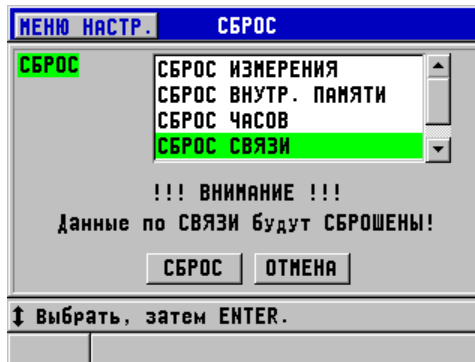

Рис. 11-6 Выбор СБРОС СВЯЗИ
2. В окне **СБРОС** (см. Рис. 11-6 на стр. 207):